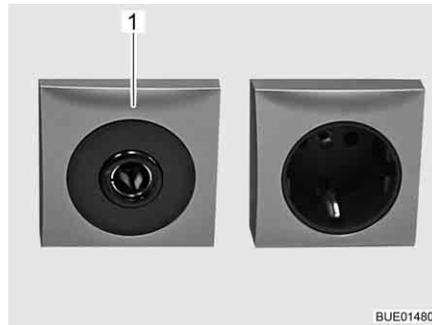

Bild 115 Steckdose 12 V/10 A
- ▷ An die Steckdosen (Bild 115,1) des 12-V-Bordnetzes nur Geräte mit maximal 10 A anschließen.